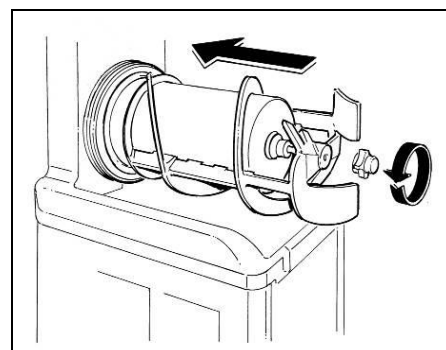

Fig. 13
- Fixer tous les composants en vissant le bouton dans le sens inverse des aiguilles d'une montre (fig.13).